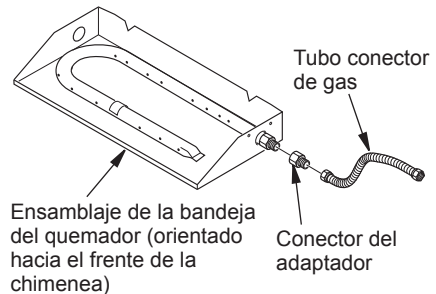

Figura 4 - Conexión del gas al artefacto
3. Instale el conector del adaptador en el conector de entrada del quemador y use sellador para roscas en las roscas macho del conector de entrada del quemador (consulte la Figura 4).